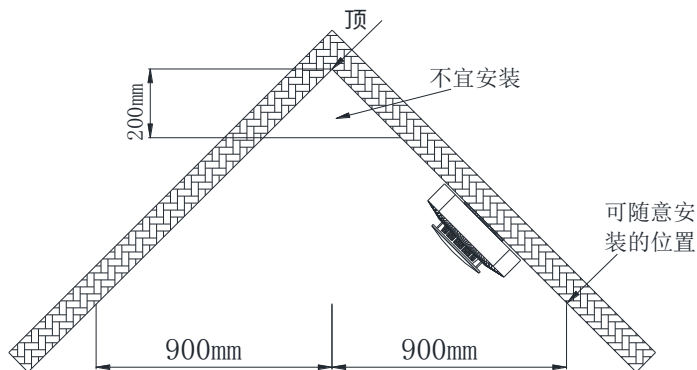

图3 坡屋顶探测器安装位置示意图
- ③ 安装于倾斜或人形屋顶时:探测器应与屋顶保持一定的距离。当坡度小于30度时,距离200mm为宜,大于30度则以300mm~500mm为宜。(如图3所示)